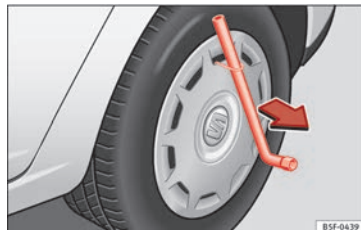

Abb. 182 Die Radvollblende vom Rad abnehmen.
- Nehmen Sie die Radvollblende mit dem Drahhaken ab » **Abb. 182.**